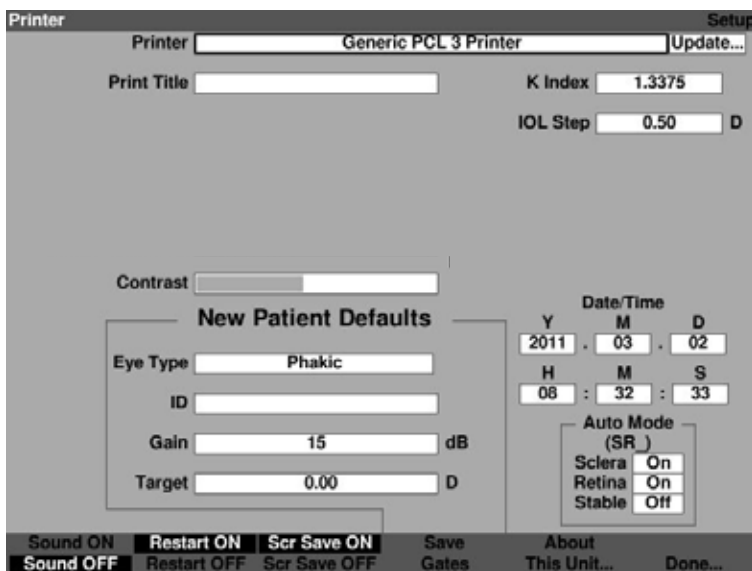

Figura 5-27 Novo paciente selecionado
5. Pressione o botão giratório ou o sinal de conferido para confirmar a seleção de nenhum conforme mostrado na Figura 5-27.